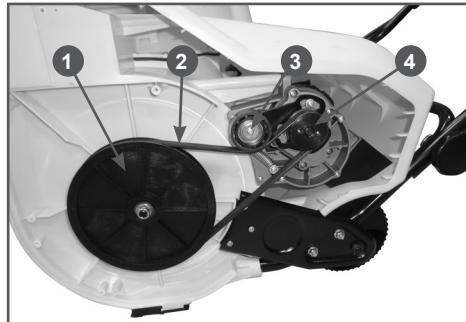

Рис. 11 Обслуживание ремня привода шнека
- Отожмите ролик 3 от ремня 2, выведите ремень из-под ролика в сторону и затем, отпустите ролик и перекиньте ремень в положение над роликом (Рис. 11).
- Снимите ремень 2 сначала со шкива 1 вала шнека, а затем со шкива 4 вала редуктора (Рис. 11).
5. Проверьте состояние ролика 3 натяжения ремня (Рис. 11). Если на поверхности пластикового ролика есть трещины и продольные канавки — ролик необходимо заменить.
6. Проверьте, как ролик 3 вращается без нагрузки (Рис. 11). Если при вращении ролика ощущается затруднение, подклинивание и большой люфт подшипника, ролик необходимо заменить.
7. Проверьте состояние шкива 1 вала шнека (Рис. 11). Если шкив имеет повреждения — шкив необходимо заменить.